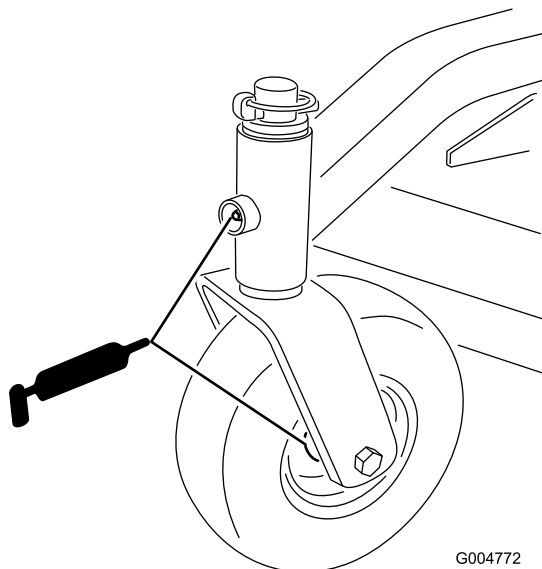

Figure 21
- Lubrifiez les roulements des roues pivotantes avant ainsi que les pivots avant (Figure 21).
- Enlevez le chapeau de moyeu de la roue arrière. Graissez le roulement (Figure 21).